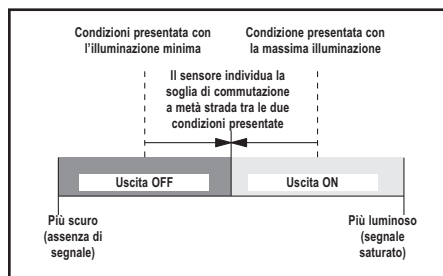

Figura 4. Funzione TEACH dinamica (in figura, modalità luce)
- Impostazione Teach "al volo" durante le condizioni di rilevamento reali, effettuando campionamenti multipli delle condizioni di luce e buio e impostando automaticamente la soglia ai livelli ottimali (vedere Figura 4)